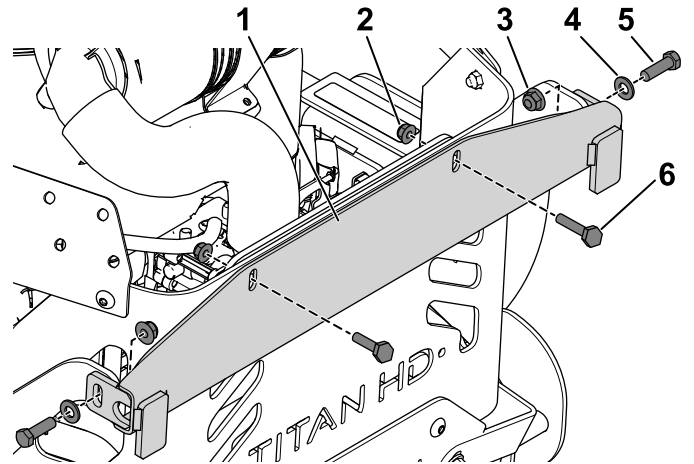

Bild 16
- Befestigen Sie die zwei Schrauben (3/8" x 1¼"), die Scheiben und Bundmuttern lose, um die Querstrebe an der Stützhalterung zu halten (Bild 16).
- Befestigen Sie die Schrauben (5/16" x 1¼") und Bundmuttern (5/16"), um die Querstrebe an der hinteren Schutzvorrichtung zu halten (Bild 16).